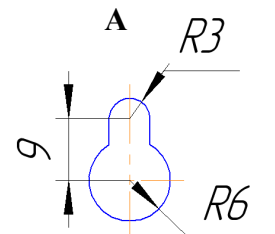
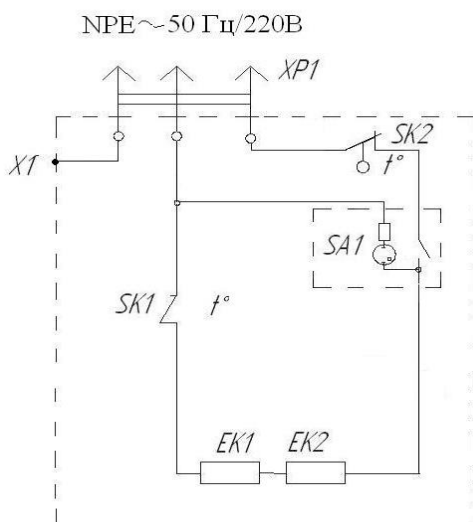
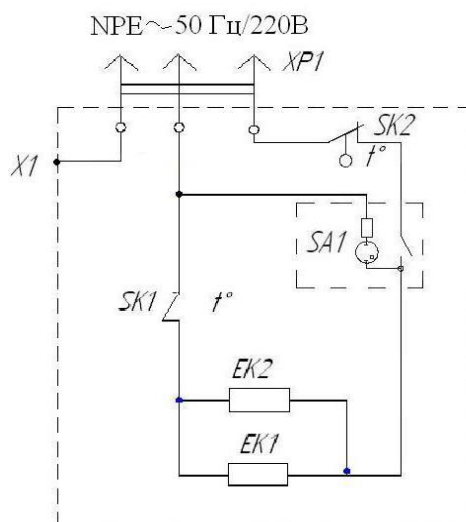

Рисунок 1 - Общий вид универсального конвектора
Рисунок 2 – Схема электрическая принципиальная ЭВУБ – 0,5; ЭВУБ – 1,0
Рисунок 3 – Схема электрическая принципиальная ЭВУБ – 1,5; ЭВУБ – 2,0
5.1 Конвектор (рис. 1) представляет собой кожух 1, внутри которого на основании 8 расположены два трубчатых электронагревательных элемента (ТЭН), на рисунке не показаны. В цепь питания нагревателей включен клавишный выключатель 4, расположенный на боковой крышке, термовыключатель защиты от перегрева SK1 (не показан) и биметаллический терморегулятор SK2 с ручкой 3 (см. рис. 2 и 3).
Электрическая схема конвекторов на 0,5 кВт и 1,0 кВт; показана на рис. 2, для 1,5 кВт и 2 кВт – на рис. 3.
6.2 Для установки конвектора на стене, необходимо прикрепить кронштейны к задней стенке конвектора с помощью самонарезающих винтов (входят в комплект поставки) – см. рис. 1 (размер L). Деревянные стены должны иметь огнезащитную панель из листового металла с теплоизоляцией из минваты или базальтовых рулонных материалов.
6.3 Для напольного расположения конвектора необходимо внизу по краям основания 8 саморезами закрепить ножки – опоры 7 (входят в комплект поставки), см. рис. 1.